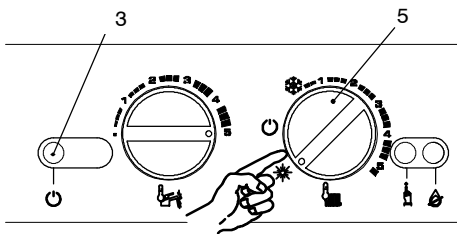

fig. 9.8
- 6 Posicionar el selector de función / manopla de regulación temperatura calefacción, como se indica en fig. 9.8